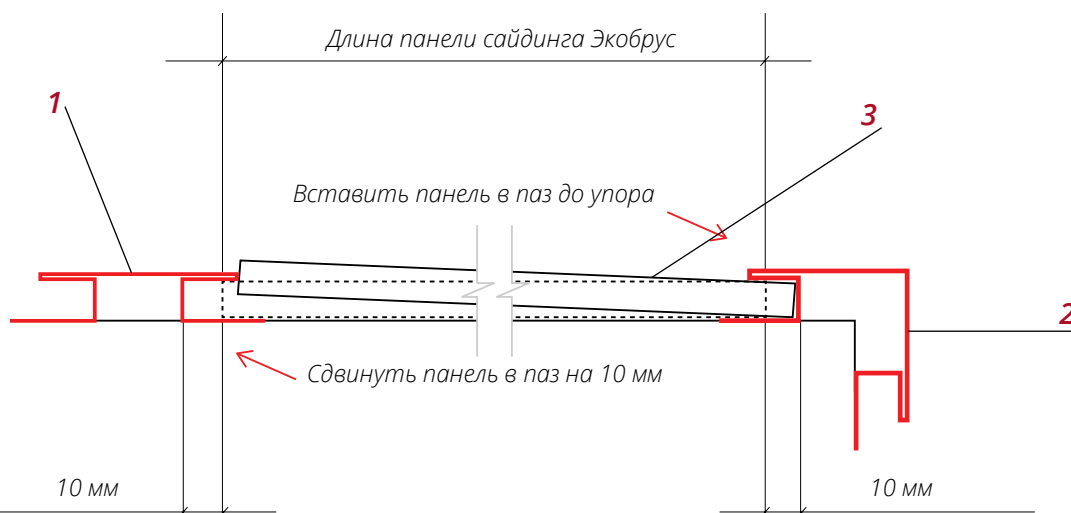

Рис. 16
■ Подготовьте панели таким образом, чтобы, когда один край панели **3** заведен до упора в паз доборного элемента **2**, второй край можно было завести в паз доборного элемента **1** с другой стороны (*рис.16*).